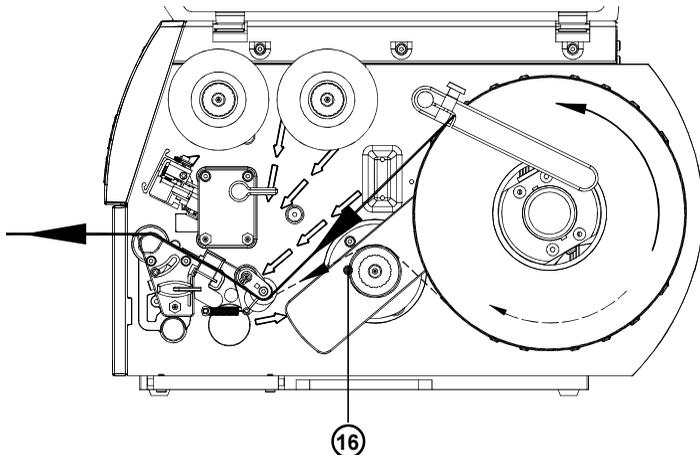

Bild 7d Papierlauf im Abreißmodus
1. Öffnen Sie den Deckel (1).
2. Lösen Sie die Rändelschraube (13), schwenken Sie die Führung (14) nach oben und schieben Sie sie so weit wie möglich nach außen. Falls Sie direkt vor diesem Etiketteneinlegen bereits Material gleicher Breite verwendet hatten, genügt es, die Führung einfach nach oben und nach Einlegen des neuen Materials nach unten zu schwenken.
3. Auf dem Etikettenabwickler befinden sich zwei Wickeladapter (11). Diese können nach Lösen der Rändelschrauben (12) auf der Wickelachse (10) verschoben werden. Schieben Sie den einen Adapter bis ca. 1mm vor die Rippen des Gehäuses (15). Positionieren Sie den anderen Adapter so, dass der Abstand zwischen den Außenkanten der beiden Adapter minimal geringer ist als die Breite der Etikettenvorratsrolle. Fixieren Sie beide Adapter durch Anziehen der Rändelschrauben (12).
4. Schieben Sie die Etikettenrolle (9) über beide Wickeladapter bis gegen das Gehäuse (15). Wickeln Sie einen längeren Etikettenstreifen (4) von der Vorratsrolle ab. Für den Betrieb im Aufwickelmodus muss der Streifen so lang sein, dass er durch die gesamte Druckmechanik und unterhalb der Druckmechanik zurück zum internen Aufwickler (16) geführt werden kann. Achten Sie darauf, dass die Etiketten auf dem Streifen zwischen Vorratsrolle und Druckmechanik von oben zu sehen sind.
5. Schwenken Sie die Führung (14) bis zum Rollenhalter (10) nach unten. Schieben Sie die Führung gegen die Vorratsrolle. Ziehen Sie die Rändelschraube (13) an.
6. Schwenken Sie den Hebel (5) bis zum Anschlag im Uhrzeigersinn und heben Sie dadurch die Druckkopfbaugruppe (2) an.
7. Klappen Sie die Stütze (8) nach unten.
8. Schieben Sie den Führungsring (7) so weit wie möglich nach außen.
9. Führen Sie den Etikettenstreifen unter der Schwinge (6) und durch die Etikettenlichtschranke(3) nach vorn aus dem Drucker heraus. Falls Sie innengewickelte Etiketten verwenden, beachten Sie bitte besonders, dass Sie den Etikettenstreifen über dem internen Aufwickler (16) entlang führen. Im Bild 7d ist der Papierlauf für außen gewickelte Etiketten als durchgezogene Linie, der Papierlauf für innengewickelte Etiketten als gestrichelte Linie dargestellt.